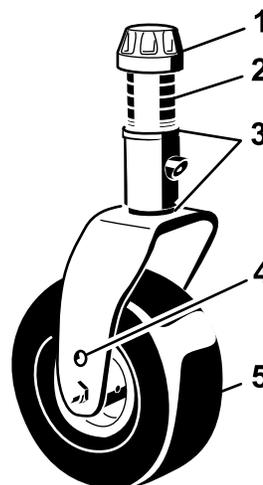
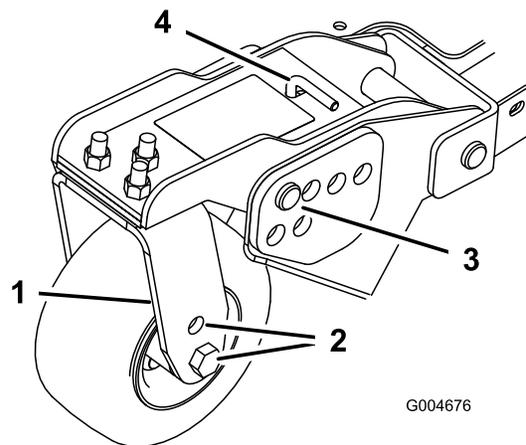
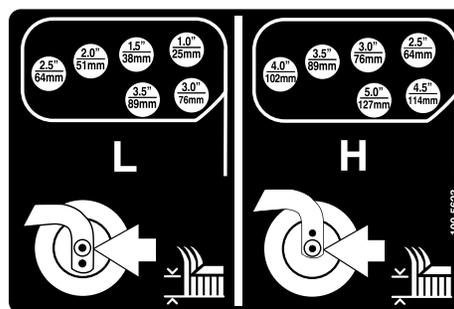

Figura 24
Figura 26
Figura 27
- Posizionate gli assali delle ruote orientabili negli stessi fori di tutte le forcelle (Figura 24 e Figura 26).
- Togliete il tappo tenditore dall'asse del fusello ed estraete il fusello dal braccio della ruota orientabile (Figura 24).
- Togliete la coppiglia ed i perni con testa dai bracci di rotazione delle ruote orientabili (Figura 26).
- Girate il tenditore per alzare o abbassare il braccio di rotazione finché i fori non sono allineati con i fori della staffa dell'altezza di taglio selezionati, nel telaio del piatto di taglio (Figura 26 e Figura 27).